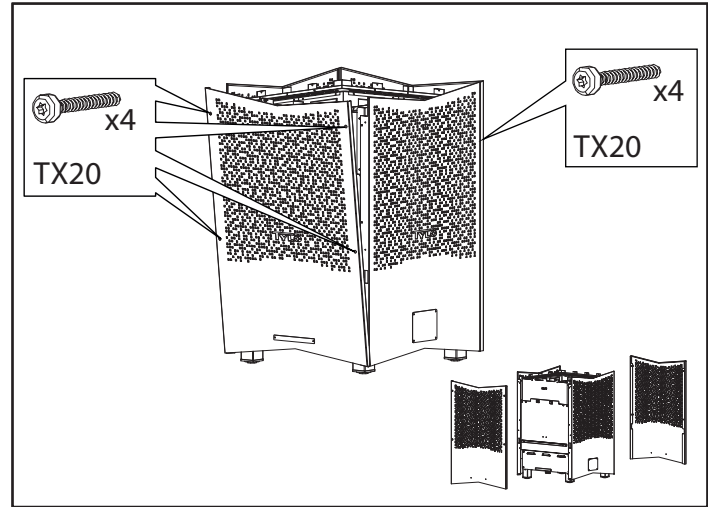

Fig 7: Ta bort fronten och bakstycket, genom att lossa de dolda skruvarna torx 20
1. Skruva bort front och bakstycke, se Fig 7